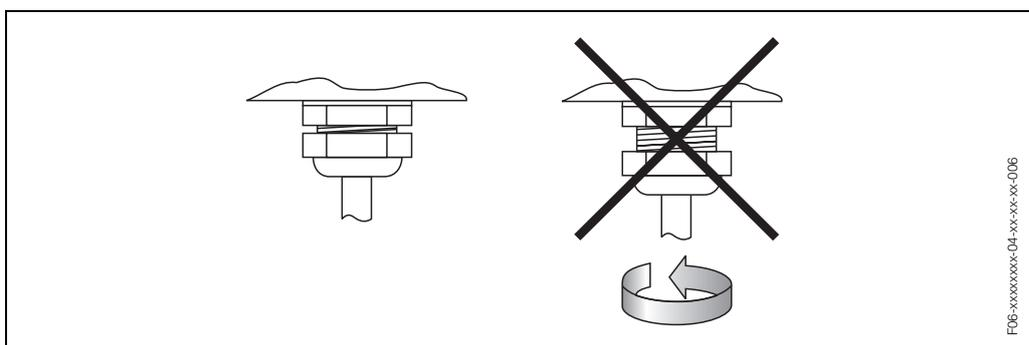

fig. 22: Conseils de montage pour entrées de câble au boîtier du transmetteur
- Bien serrer l'entrée de câble (fig. 22).